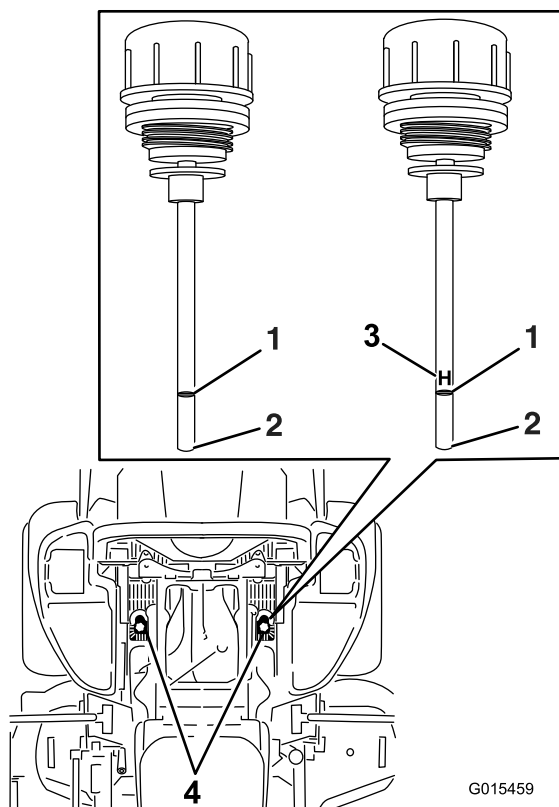

Figura 90
6. Limpie la zona alrededor de las varillas de los depósitos de los sistemas hidráulicos (Figura 90).
7. Retire una varilla del depósito de aceite hidráulico (Figura 90).
9. Retire la varilla e inspeccione el extremo (Figura 90). Si el nivel de aceite está en la marca Add (añadir), vierta lentamente en el depósito hidráulico sólo la cantidad de aceite necesaria para que el nivel llegue hasta la marca de Lleno o **H**.